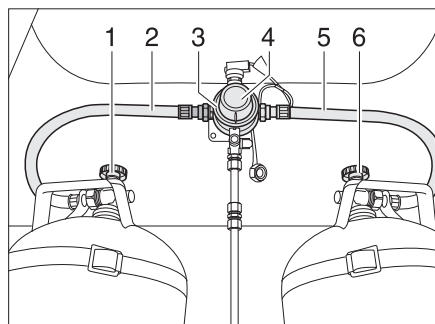
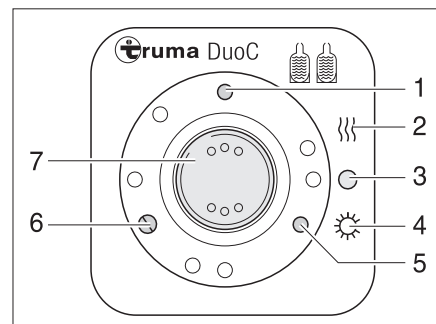

Fig. 70 Impianto di commutazione DuoControl
Fig. 71 Centralina di controllo
L'impianto di commutazione DuoControl è costituito da una valvola commutatrice (Fig. 70,3) e dalla centralina di controllo (Fig. 71). La valvola commutatrice è montata tra i tubi del gas (Fig. 70,2 e 5). Con la manopola (Fig. 70,4) sulla valvola commutatrice è possibile stabilire, quale delle bombole del gas viene utilizzata come bombola in uso e quale bombola del gas viene utilizzata come bombola di riserva.
Sulla centralina di controllo (Fig. 71) possono venire azionate solo le funzioni elettriche. Le valvole principali di arresto delle bombole del gas (Fig. 70,1 e 6) devono essere aperti manualmente.
La valvola commutatrice garantisce una pressione del gas costante, indipendentemente da quale bombola provenga l'alimentazione del gas. Le due spie di controllo della centralina di controllo segnalano il livello della bombola in uso. Se la spia di controllo verde (Fig. 71,6) è accesa, la bombola in uso è piena. Se la spia di controllo rosso (Fig. 71,5) è accesa, la bombola in uso è vuota. In questo caso il gas viene fornito dalla bombola di riserva.
- Aprire le valvole principali di arresto delle bombole del gas (Fig. 70,1 e 6).
- Con la manopola (Fig. 70,4) sulla valvola commutatrice (Fig. 70,3) selezionare la bombola del gas, da cui proviene la principale alimentazione del gas (bombola in uso).
- Sulla centralina di controllo (Fig. 71) attivare l'impianto di commutazione DuoControl.
Posizionare l'interruttore a bilico (Fig. 71,7) su funzionamento invernale "On e riscaldamento" (Fig. 71,2) oppure su funzionamento estivo "On" (Fig. 71,4). Ora la valvola commutatrice è disaerata. La spia di controllo gialla (Fig. 71,1) si accende selezionando il funzionamento invernale e con impianto antighiaccio in funzione.
- Portare l'interruttore a bilico (Fig. 71,7) in posizione "O" (Fig. 71,3). La spia di controllo gialla (Fig. 71,1) si spegne.
- Chiudere le valvole principali di arresto delle bombole del gas (Fig. 70,1 e 6).
Le spie di controllo sulla centralina di controllo (Fig. 71,5 e 6) segnalano all'interno del veicolo se la bombola del gas in uso è pronta.
Se la spia di controllo verde (Fig. 71,6) si spegne durante il funzionamento e la spia di controllo rossa (Fig. 71,5) si accende, la bombola del gas selezionata come bombola in uso è vuota e deve essere sostituita. La bombola di riserva continua ad alimentare le utenze a gas.